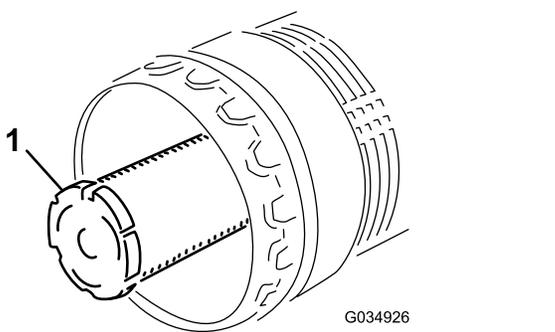

Рисунок 98
**Примечание:** Заменяйте вторичный фильтр через каждые три обслуживания фильтра первичной очистки (Рисунок 98).